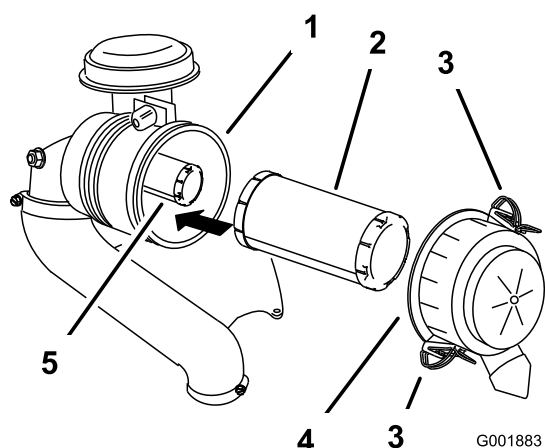

Figura 31
3. Abra los cierres del limpiador de aire y tire de la tapa de la entrada de aire para separarla de la carcasa del limpiador de aire (Figura 31).
5. Extraiga con cuidado el filtro primario de la carcasa del limpiador de aire (Figura 31).
2. Si va a cambiar el filtro interno, deslícelo cuidadosamente en el cuerpo del filtro (Figura 31).
3. Deslice cuidadosamente el filtro primario por encima del filtro interno (Figura 31).
4. Instale la tapa del limpiador de aire y fije los cierres (Figura 31).